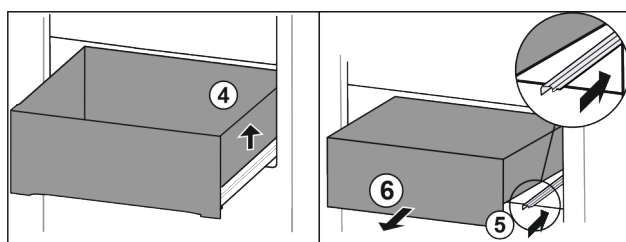

Fig. 89
- Levante el cajón por la derecha. Fig. 89 (4)
- Retraiga la guía derecha. Fig. 89 (5)
- Extraiga el cajón hacia delante. Fig. 89 (6)